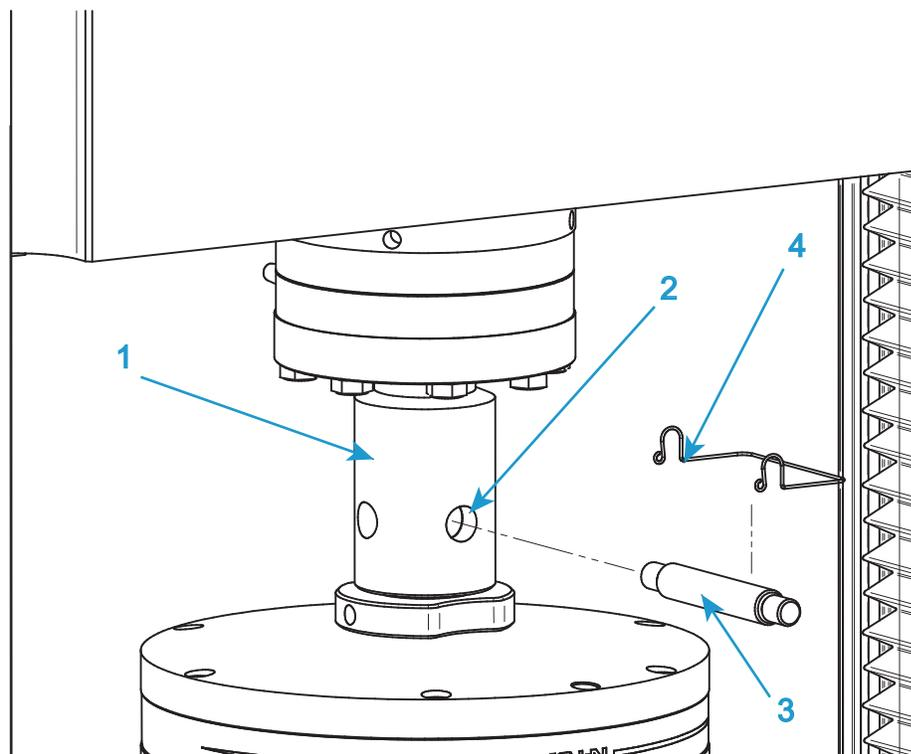

図19. 一般的なグリップの取り付け
この手順を実行するときは、94 ページの図 19 を参照してください。
1. 上側グリップでは、グリップのアダプタをロードセル アダプタのメス クレビス ソケット (図 19 の 1) に挿入します。
2. クレビス穴 (図 19 の 2) の位置を合わせ、クレビス ピン (図 19 の 3) を穴に差し込みます。
3. クレビス ピン クリップ (図 19 の 4) でクレビスを所定の位置に固定します。